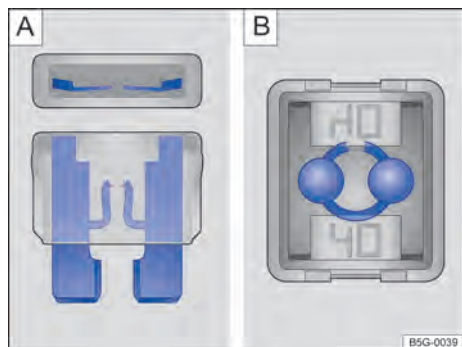

Fig. 144
- Un *fusible plano* (ATO®, MINI®) averiado es reconocido desde arriba o desde el costado por la carcasa transparente en las bandas metálicas de retidas → fig. 144 A).
- Un *fusible de bloqueo* (JCASE®) averiado es reconocido por las bandas metálicas por encima de la carcasa transparente → fig. 144 B).